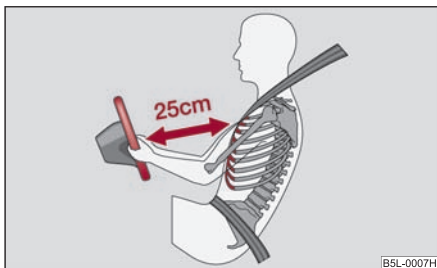

Fig. 143 Distanța sigură față de volan
- Între conducător și volan trebuie să existe o distanță de cel puțin 25 cm ⇒ fig. 143. Dacă nu se respectă această distanță, sistemul airbag nu își poate exercita eficiența maximă – Pericol!